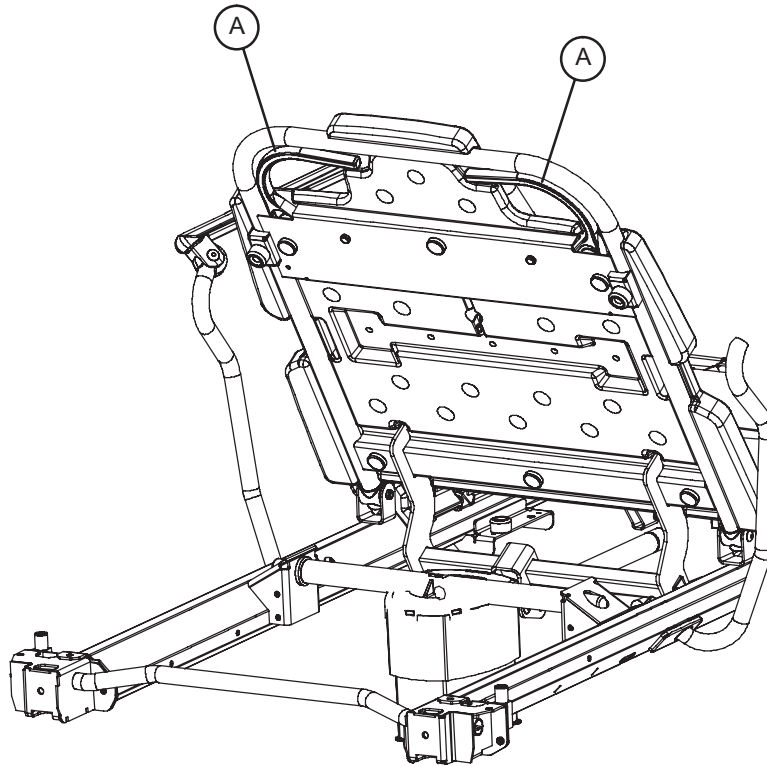

Figure 7 - Relève-buste pneumatique
Pour redresser le relève-buste à la hauteur avec la fonction pneumatique, serrer l'une des poignées jaunes (A) du haut du (ou les deux), comme illustré dans la figure 7. Une fois le relève-buste à la hauteur voulue, relâcher la ou les poignées.